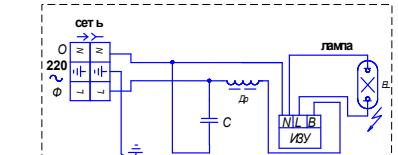

Рис.2
8.1 Подвесить светильник за узел подвеса (1), установить отражатель (2) на скобу корпуса светильника, при этом винт на отражателе вывернуть на ¼, завести отражатель под скобу и закрепить винтом (4); рассстегнуть защелки светильника и снять стенку; пропустить кабели через уплотнительные ниппели и подключить к розетке штепсельного разъема (3) согласно схемы (рис.2); установить стенку в исходное положение, ввернуть лампу.